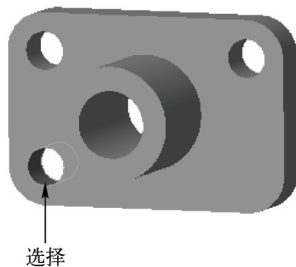

图 7-23 选择合适的孔
STEP 02 在绘图区中选择合适的孔，如图 7-23 所示。